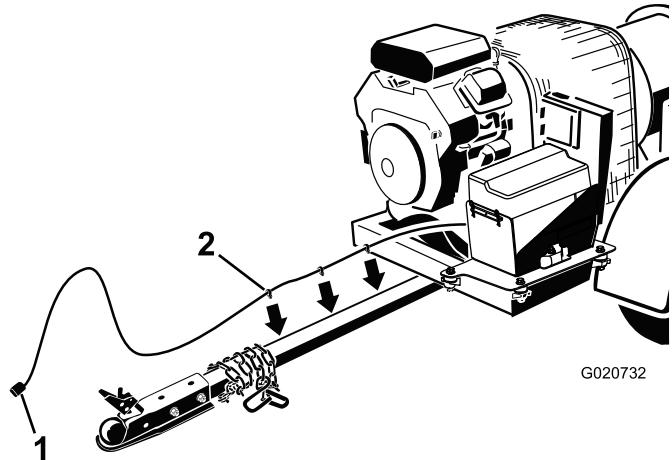

図 7
3. ワイヤハーネス・ヒッチチューブの右側に沿って配線する（図 7）。
4. ハーネスクリップを、ヒッチチューブの側面の穴に差し込んで固定する（図 7）。